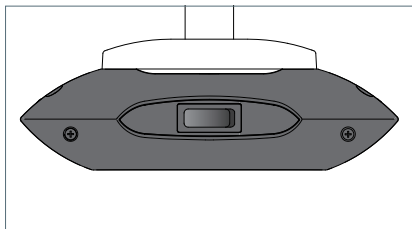

Fig. 15: Bouton.
- Appuyez sur le bouton, voir Fig. 15.
- Appuyer sur le bouton et tenez-le appuyé, voir Fig. 15.